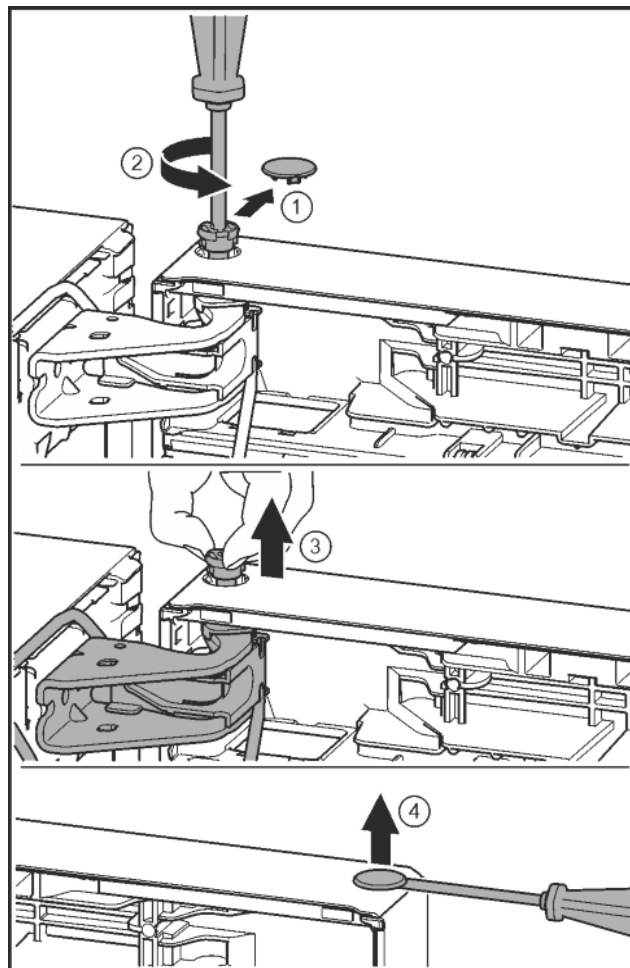

Fig. 25
- Uzmanīgi noņemiet aizturu pārsegu. Fig. 25 (1)
- Ar skrūvgriezi T15 mazliet izskrūvējiet tapu. Fig. 25 (2)
- Noturiet durvis un izskrūvējiet tapu ar pirkstiem. Fig. 25 (3)
- Uzmanīgi ar plakano skrūvgriezi paceliet un izvelciet ārā aizbāzni no durvju gultņa ieliktna. Fig. 25 (4)